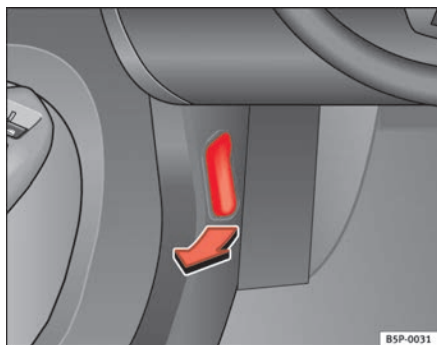

Fig. 160 Detalle de la zona reposapiés del lado del conductor: palanca para el desbloqueo del capó del motor.
- Tire de la palanca que se encuentra bajo el tablero de instrumentos ⇒ **fig. 160** en el sentido que indica la flecha. El capó queda desbloqueado por la acción resorte del muelle ⇒ **!**.